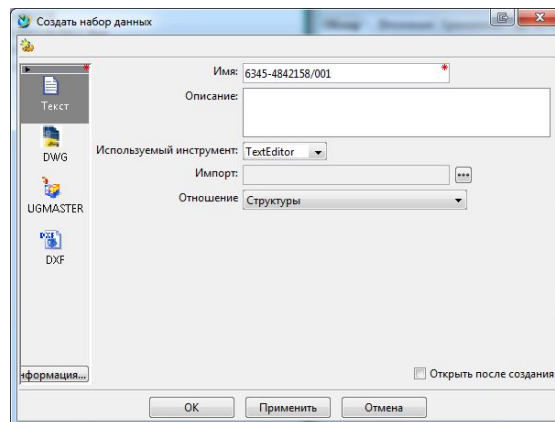

Рис. 18
4. Можно просто завершить создание набора данных, для этого необходимо нажать кнопку **Ок** (Рис. 18)